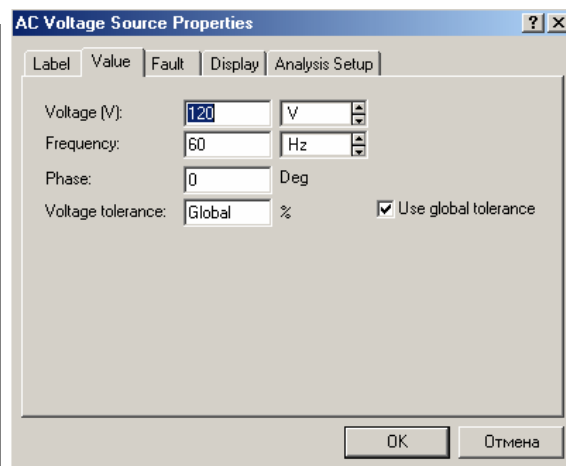

Рис. 5
**Источники переменного напряжения и тока.** Для генератора синусоидального напряжения (рис. 3, в) задаются частота (**Frequency**), действующее значение (**Voltage**) и начальная фаза (**Phase**) напряжения с помощью диалогового окна (рис. 5).